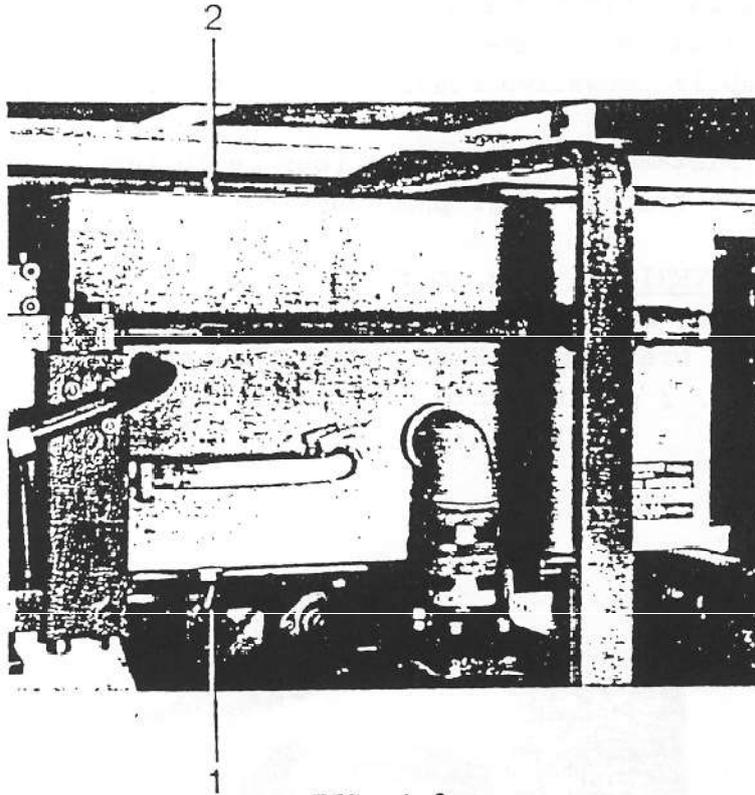

FIG. 4-2
- smontare il manometro e reintrodurre l'olio fuoriuscito durante l'operazione di montaggio e successivo smontaggio del manometro nel serbatoio (Fig.4-2).
D - CIRCUITO IDRAULICO: (Fig. 4-2)